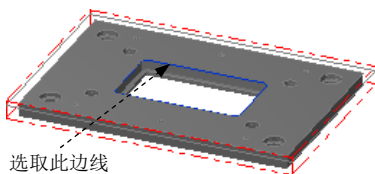
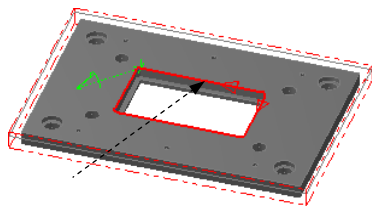

图 2.33 选取区域
图 2.34 定义区域
Step1. 选择下拉菜单 **刀具路径(T)** → **外形铣削... (C)...** 命令，系统弹出“串连选项”对话框。
Step2. 设置加工区域。在图形区中选取图 2.33 所示的边线，系统自动选取图 2.34 所示
的边链，箭头方向如图 2.34 所示（若方向不同，可单击“串连选项”对话框中的按钮调整）。单击按钮，完成加工区域的设置，同时系统弹出“2D 刀具路径-外形”对话框。